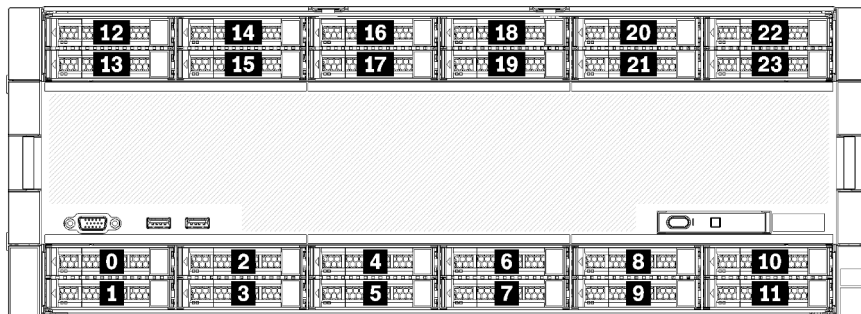

Abbildung 3. Position der Laufwerke
- Die oberen zwei Laufwerke unterstützen Laufwerke mit SAS-, SATA- oder NVMe-Schnittstelle (Lenovo AnyBay). Der Server unterstützt je nach Serverkonfiguration bis zu 12 NVMe-Laufwerke. Die NVMe-fähigen Laufwerkpositionen sind die geradzahligen Positionen, wie dargestellt in Abbildung 3 „Position der Laufwerke“ auf Seite 16.